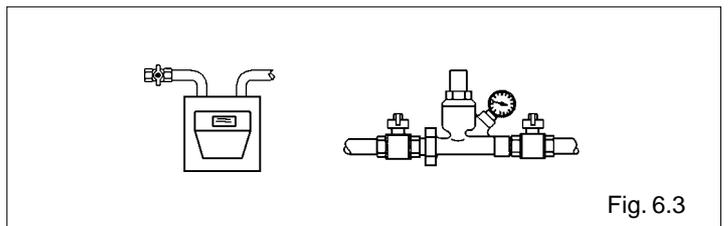

Fig. 6.3
- cerrar la llave del gas y la del agua de la instalación hídrica (fig. 6.3).